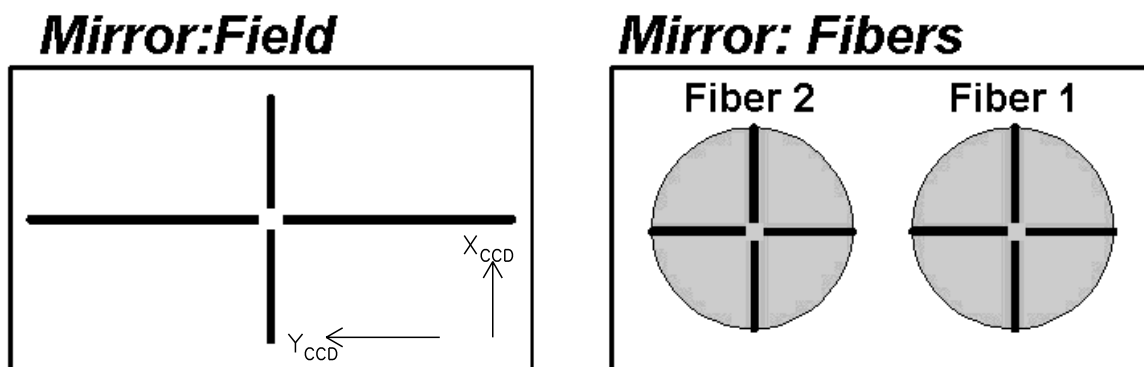

Рис. 4: Вид креста нитей при различных положениях диагонального зеркала.
Плоское диагональное зеркало, обозначенное как (3) на рис. 2 и как (2) на рис. 3, имеет два фиксированных положения: **Fibers** и **Field**. В положении **Fibers** зеркало перебрасывает изображения со жгутов световодов на телевизионный подсмотр. Этот режим используется при экспозиции объектов. В положении **Field** зеркало перекрывает центральный пучок света от телескопа и перебрасывает на подсмотр изображение центра поля зрения прибора. Размер поля на подсмотре $3' \times 2'$. Этот режим используется при грубом наведении телескопа на объект в поле. Кроме того, при таком положении зеркала в спектрограф перебрасывается свет от калибровочных ламп. На рис. 4 схематично показаны изображения, наблюдаемые на TV-подсмотре при двух положениях зеркала. На центр поля зрения и на центры жгутов